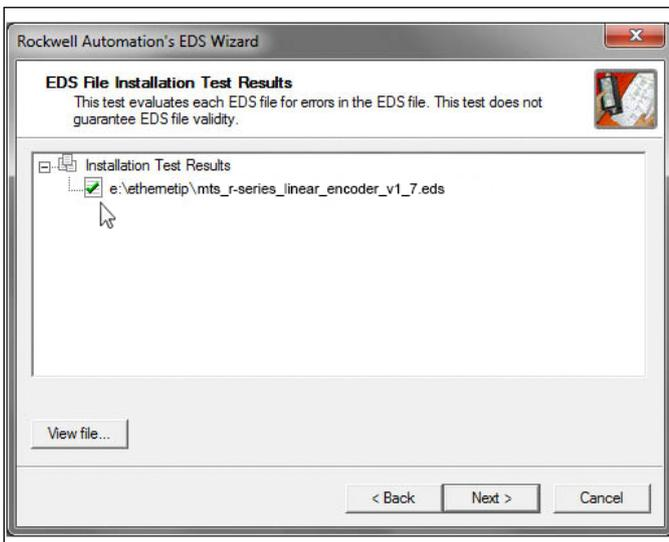

Abb. 91: Pfad der EDS-Datei bestätigen
6. Nach erfolgreicher Installation der EDS-Datei erscheint im folgenden Fenster ein grüner Haken vor dem Speicherort der EDS-Datei. Klicken Sie die Schaltfläche „Next >“ (Abb. 91).